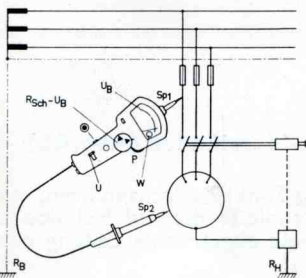

Abb. 3a: Überprüfung der FU-Schutzschaltung.
5. Überprüfung der Fehlerspannung-(FU)-Schutzschaltung (Abb. 3a) VDE 0100 § 12 N — ÖVE-E 40 § 16